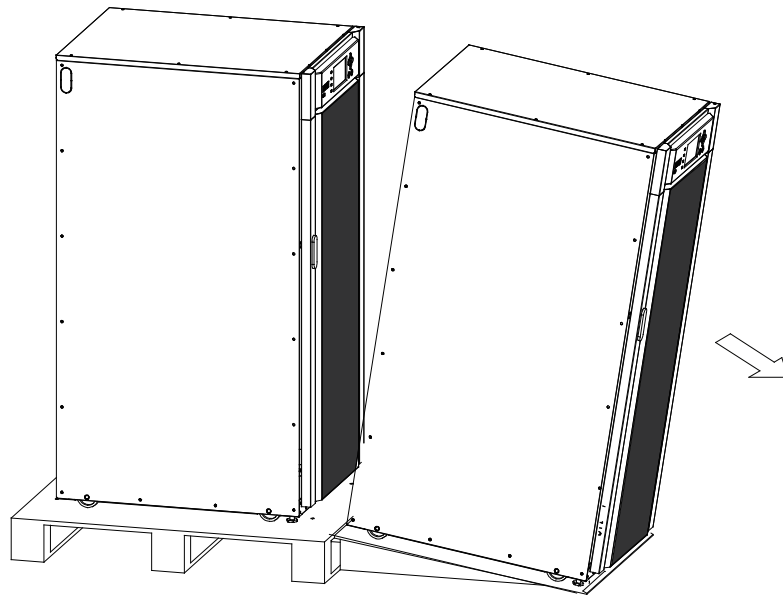

图 4-3: 将机柜移下斜坡板
6. 将机柜缓慢移向栈板前侧，继续将机柜移下斜坡板直到其完全脱离斜坡板（见图 4-3）。